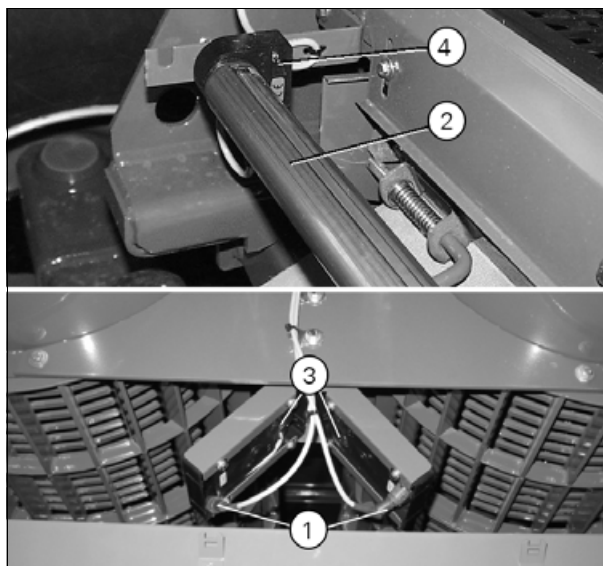

Рис. 1.
(рис. 1)
(рис. 1 и рис. 2)
Прежде чем приступать к регулировке на экране показаний монитора потерь зерна, следует отрегулировать пластинчатые датчики (1) в левом и правом роторах и трубчатый датчик (2) на текущую сельскохозяйственную культуру. Это выполняется при помощи переключателей (3) и (4) (рис. 1), которые обеспечивают возможность настройки, соответственно, для малых, нормальных и больших размеров зерен.